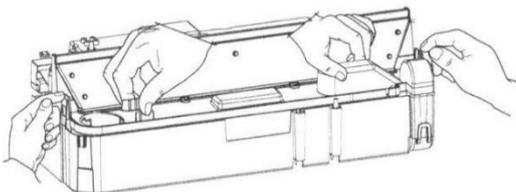

Fig 25
6. Heben Sie den Sumpf vorsichtig an (Abb. 25) und achten Sie darauf, dass sie waagrecht bleibt, damit kein Wasser verschüttet wird. Setzen Sie den Sumpf in den Ausguss.